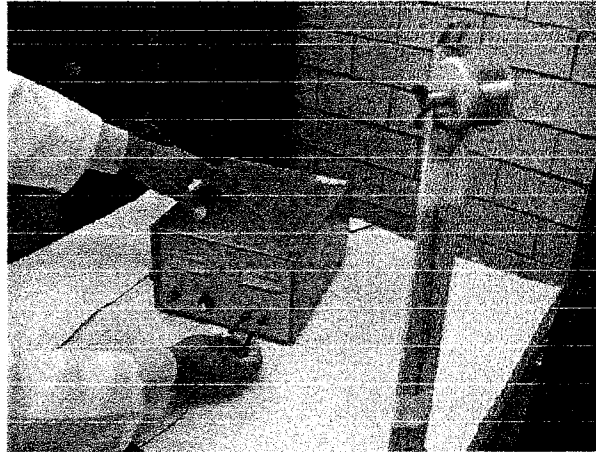

Figura 13. Conexión del motor de corriente continua a la fuente variable de alimentación.
- c) Conecte el motor de corriente continua a la fuente de alimentación¹ (figura 13) y aplique una vibración con una frecuencia menor a la de resonancia. Haga notar a los alumnos las magnitudes de desplazamiento en el extremo de la viga.